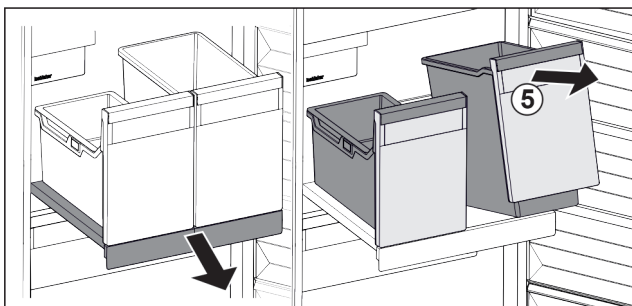

Fig. 123
- ▶ Lyft behållaren Fig. 123 (5) fram till.